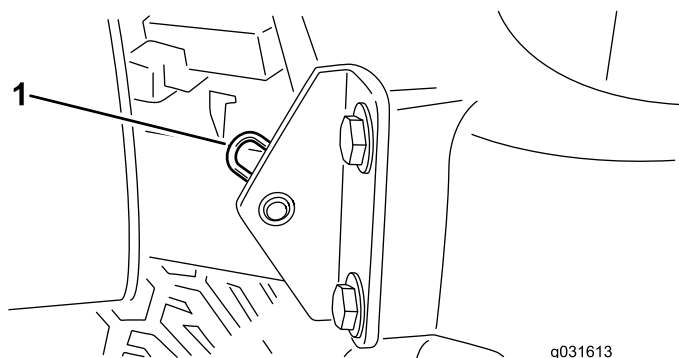

Рисунок 33
2. Снимите шплинт крепления оси поворота капота к монтажным кронштейнам (Рисунок 33).